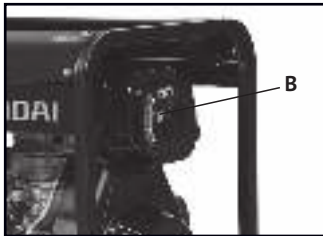

Рис. 15
- Открутите винт на крышке воздушного фильтра (рис.15, **В**).